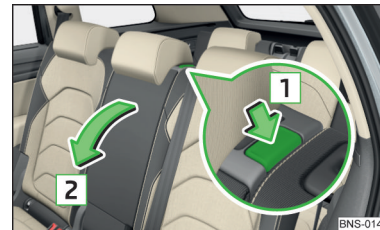

Abb. 94
- › Zum **Vorklappen** die Sicherungslasche in Pfeilrichtung **1** drücken und die Lehne in Pfeilrichtung **2** vorklappen » Abb. 94.